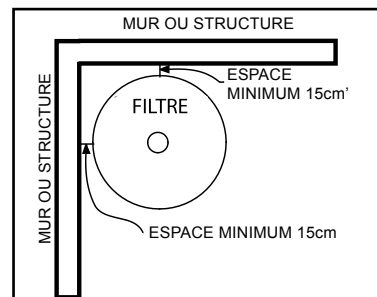

Figure 1.
3. Prévoyez un dégagement suffisant autour du réservoir pour vérifier visuellement l'installation correcte du collier, voir Figure 1.